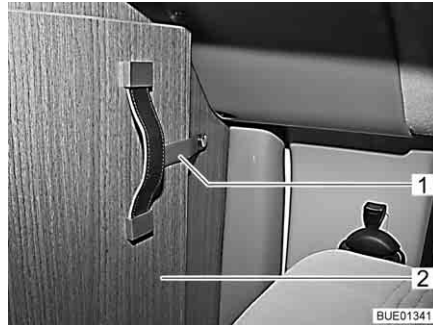

Bild 55 Låsband
- Lossa låsbandet (Bild 55,1) från den fällbara delen av skiljeplattan till förarhytten (Bild 55,2).